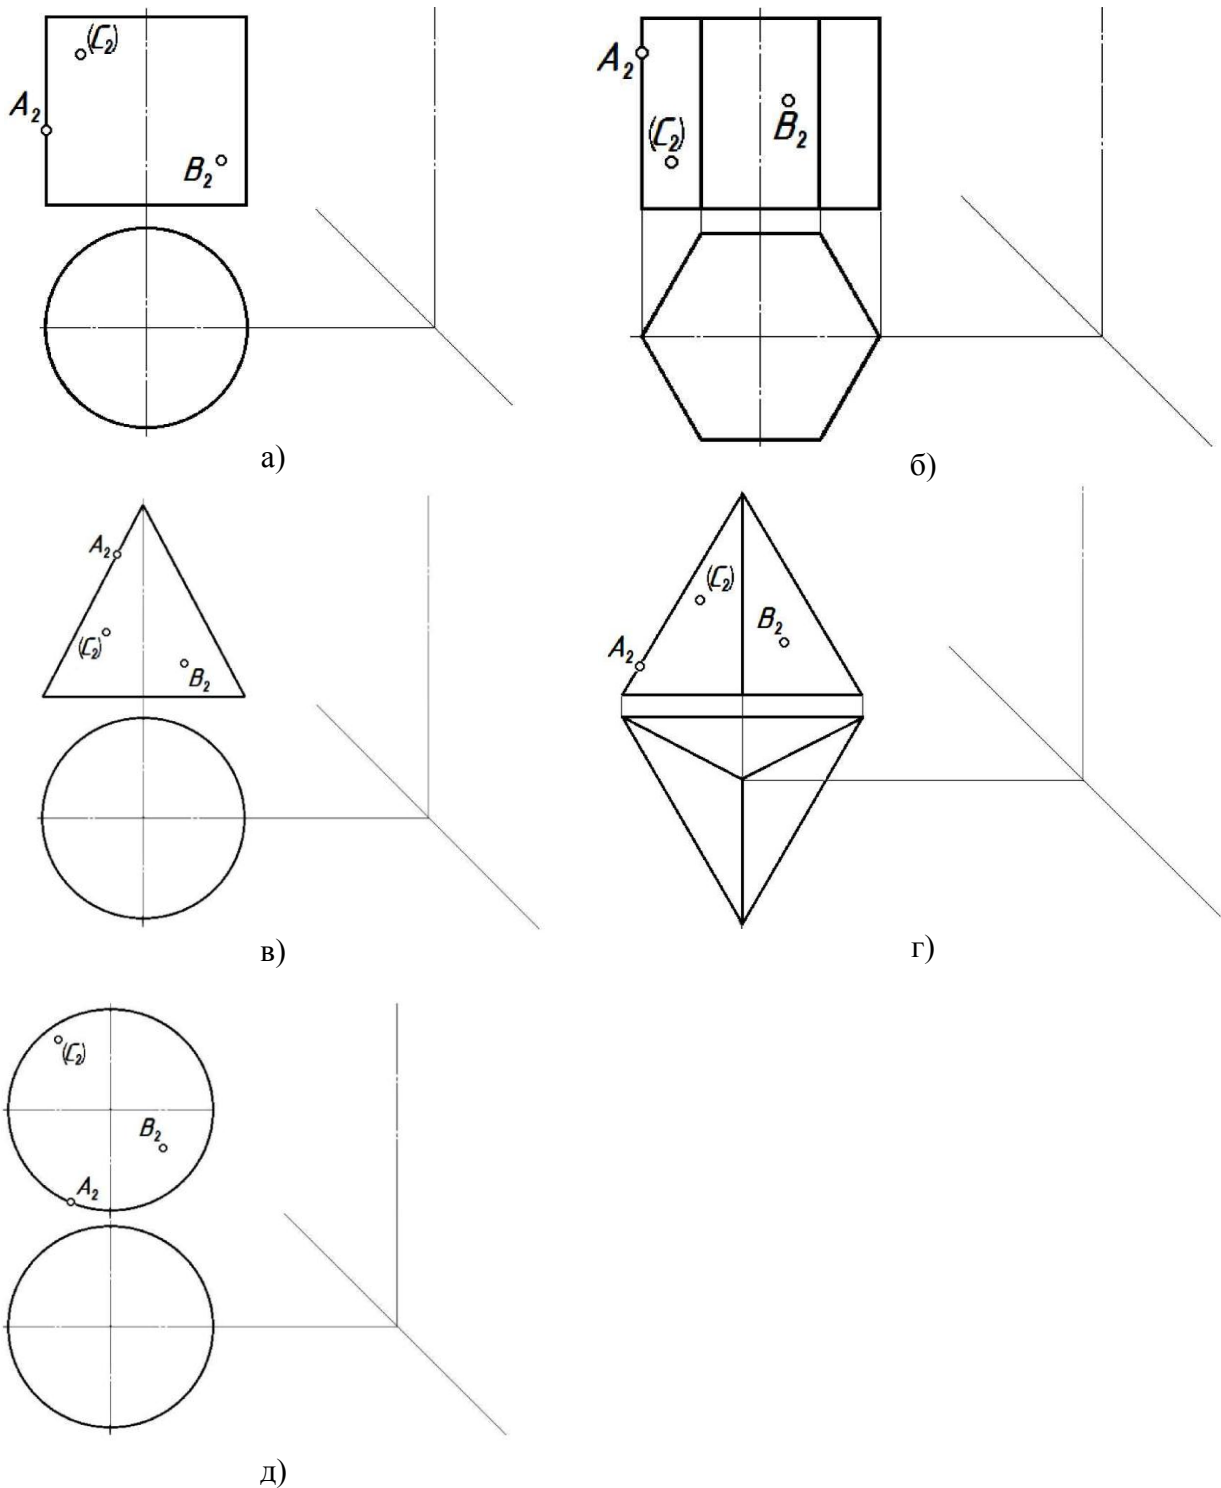

Рисунок 24 – Поверхности (а-цилиндр, б-призма, в-конус, г-пирамида, д-сфера)
**Задание 2** По заданным горизонтальной и фронтальной проекциям построить профильную проекцию поверхностей. В системе трех плоскостей проекций на каждой поверхности построить точки: А - на крайней левой образующей поверхности; В - на передней правой части поверхности; С - на задней левой части поверхности (рисунок 24).